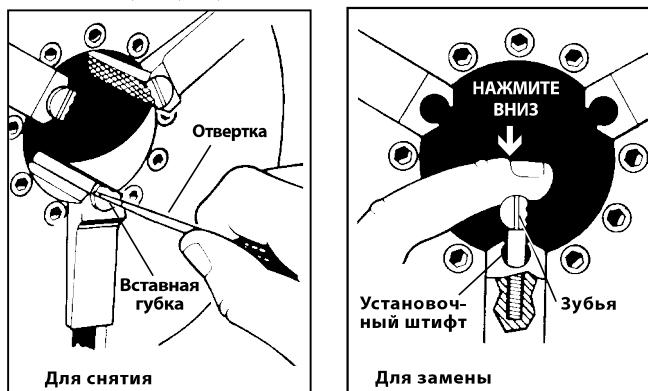

Рис. 33 – Замена вставных губок
1. Вставьте отвертку в прорезь вставной губки и поверните на 90 градусов в любом направлении. Извлеките вставную губку (рис. 33).
2. Установите вставную губку боком на установочный штифт и нажмите вниз до упора (рис. 33).